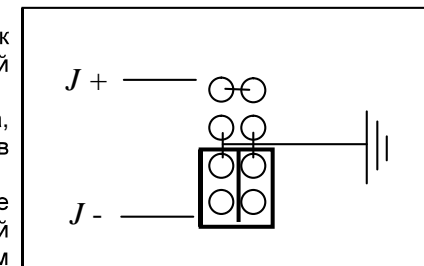

Рис. 5 Заземление минусовой клеммы
- 10.3 На основной плате возле отрицательной выходной шины найдите разъем заземления – см. рис. 5